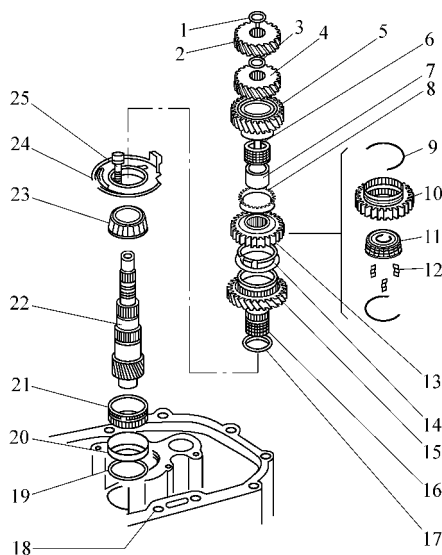

图 3 - 62 输出轴已拆卸零件的情况
① 拆下挡圈 1 和输出轴四档齿轮 2(见图 3 - 58)；